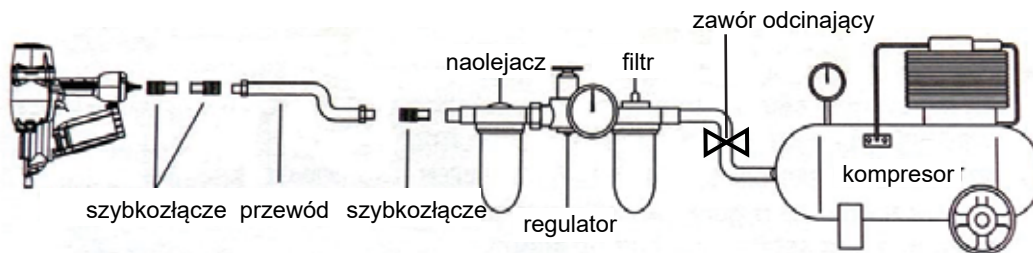

Fig 5
4. Filtr – regulator z manometrem - naolejacz są wymagane i powinny być umieszczone jak najbliżej narzędzia (zobacz Fig.5)